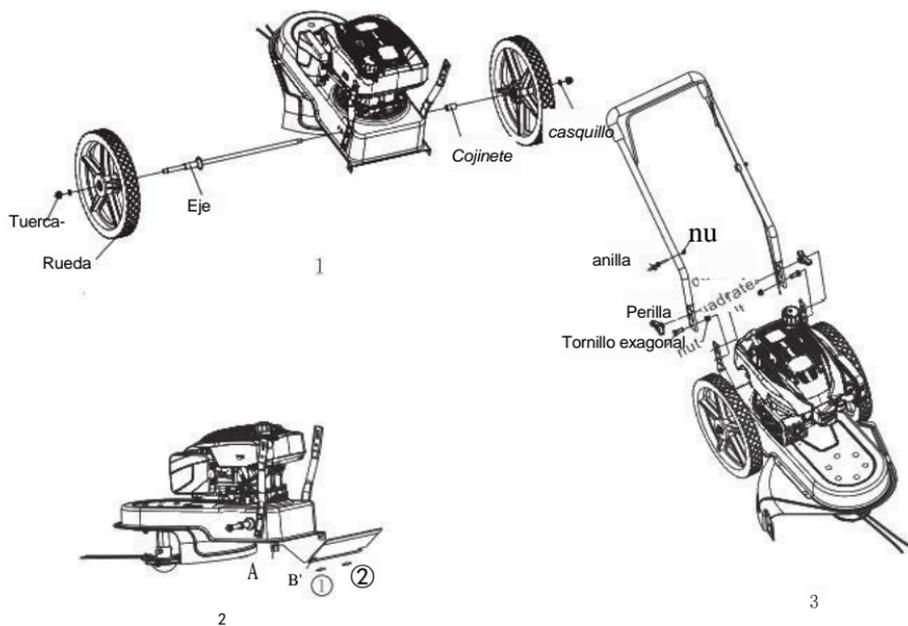

Figura 3-1
2. Ensamblando el guardabarros, alinee A y B y luego siga el paso ①②;
3. Montaje del manillar. Ver Figura 3-1.